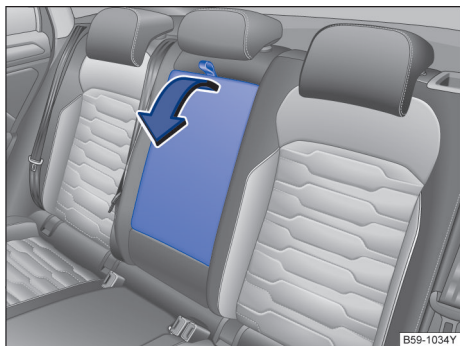

图 82 可翻出式后排中间扶手
- 打开：沿箭头方向→图 82 拉动拉环。
- 关闭：将中间扶手逆箭头方向→图 82 向上翻转，然后压入座椅靠背内至限位位置。